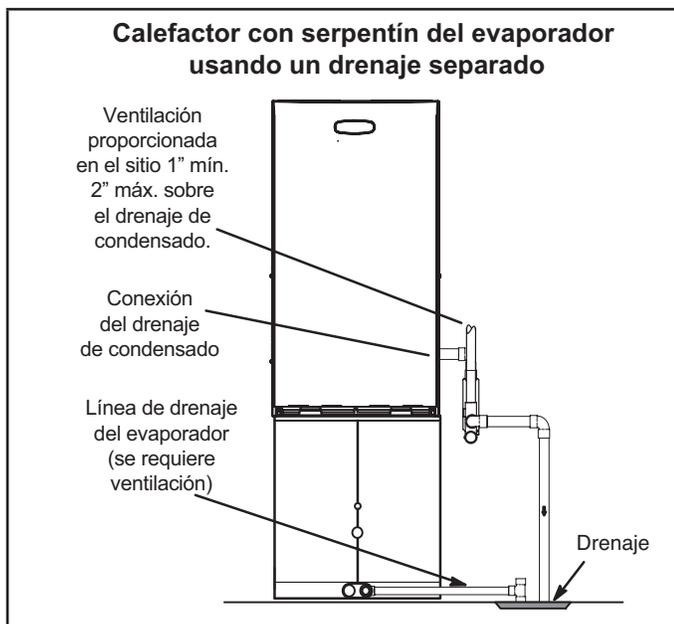
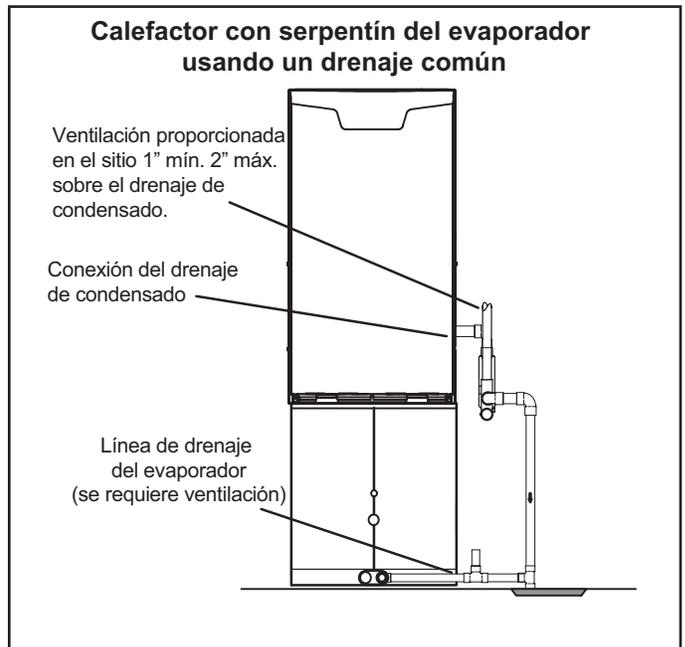

FIGURA 46
FIGURA 47
- 5 - La FIGURA 46 muestra el calefactor y el serpentín del evaporador usando un drenaje separado. Si es necesario, la línea de condensado del calefactor y del serpentín del evaporador se pueden drenar juntas. Ver la FIGURA 47 y la FIGURA 48. La ventilación proporcionada en el sitio debe ser de un largo mínimo de 1" hasta un largo máximo de 2" arriba de la conexión de la salida de drenaje de condensado.